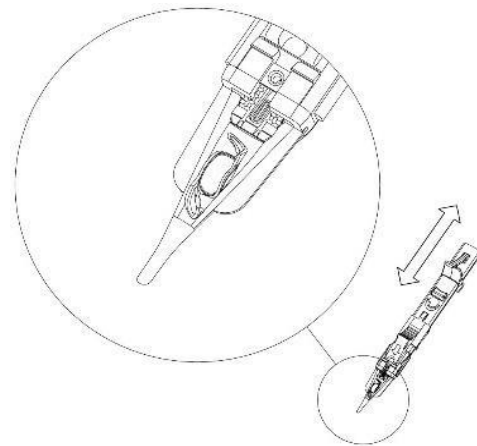

Fig. 7
10. Odată ce LIO ajunge în cartuș așa cum apare în fig. 7, nu mai împingeți și retrageți pistonul până la capăt. Apăsați din nou pistonul pentru a elimina aerul din vârful cartușului. Introduceți injectorul în ochi și continuați a împinge ușor. Dacă întâmpinați o rezistență prea mare în orice fază a injectării sau observați o parte a hapticii blocată între vârful roșu moale și peretele cartușului, atunci retrageți pistonul câțiva milimetri și apoi împingeți din nou.